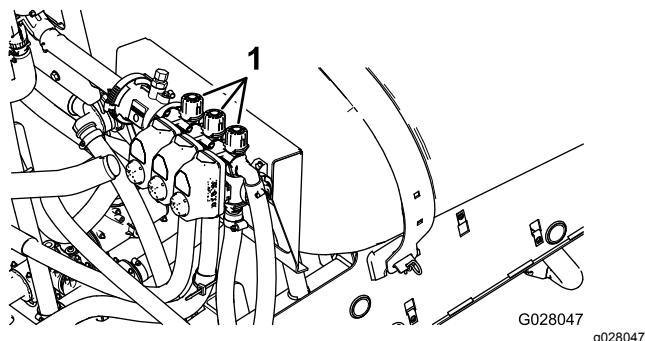

Figure 74
10. Désactivez la rampe gauche et réglez la vanne de dérivation de rampe (Figure 74) jusqu'à ce que la pression indiquée corresponde à celle réglée précédemment (généralement 2,75 bar).
12. Réglez la vanne de dérivation de la rampe droite (Figure 74) jusqu'à ce que la pression indiquée corresponde à celle réglée précédemment (généralement 2,75 bar).
14. Réglez la vanne de dérivation de la rampe centrale (Figure 74) jusqu'à ce que la pression indiquée corresponde à celle réglée précédemment (généralement 2,75 bar).